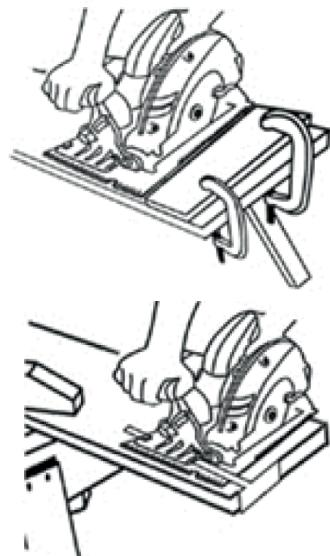

Рис. 1
- Для смены пильного диска используйте стопор шпинделя (12, Рис.1) для фиксации вращения диска. Специальным ключом выверните против часовой стрелки болт крепления пильного диска (7, Рис.1) и внешний фланец удерживающие пильный диск.
- Поверните защитный кожух (6, Рис.1) по часовой стрелке, используя рычаг защитного кожуха (8, Рис.1) и снимите диск.
- Установите обратно внешний фланец и болт (7, Рис.1).
- Ослабьте фиксатор регулировки глубины пропила (10, Рис.1) и оттяните пилу от плиты основания.
- Ослабьте фиксатор наклона подошвы для настройки угла наклона (3, Рис.1).
- Затяните фиксатор наклона подошвы (3, Рис.1).
- Ослабьте фиксатор параллельной направляющей (4, Рис.1).
- Вставьте параллельную направляющую в плиту основания (11, Рис.1) циркулярной пилы.
- Затяните фиксатор параллельной направляющей (4, Рис.1).
Для предотвращения случайного включения кнопка выключения пилы заблокирована. Для включения электроинструмента нажмите сначала кнопку блокировки случайного включения (9, Рис.1), находящуюся слева от выключателя, затем нажмите курок выключателя (1, Рис.1) и отпустите кнопку блокировки. Для выключения пилы отпустите курок выключателя (1, Рис.1).